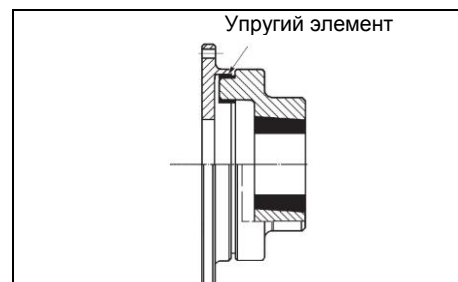

Рис. 28
12.12 Замена резиновых штифтов эластичных муфт (GBF) (рис. 28)